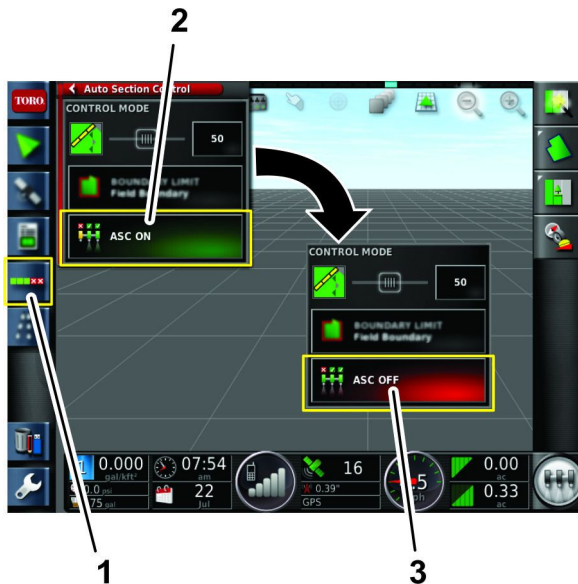

Bild 176
1. Öffnen Sie das ASC-Symbol (automatische Steuergerätauswahl)(Bild 176).
2. Tippen Sie auf das ASC-Symbol, sodass es OFF anzeigt (Bild 176).